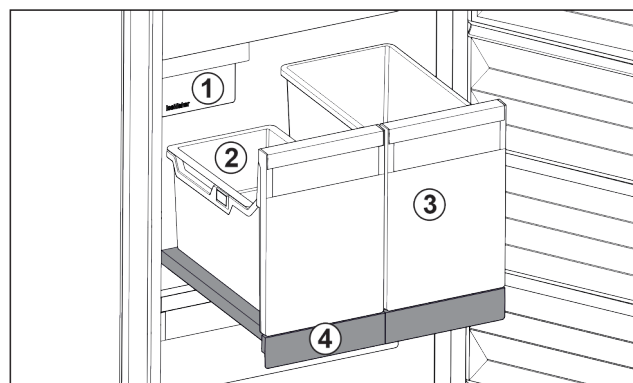

Fig. 116 Vysouvací přihrádka s IceTower
Na vysouvací přihrádce jsou dvě vysoké nádoby (IceTower). V nádobě Fig. 116 (2) se shromažďují a skladují kostky ledu z IceMaker. Nádobu Fig. 116 (3) se hodí pro skladování vysokých potravin jako pizzy nebo alkoholické nápoje.